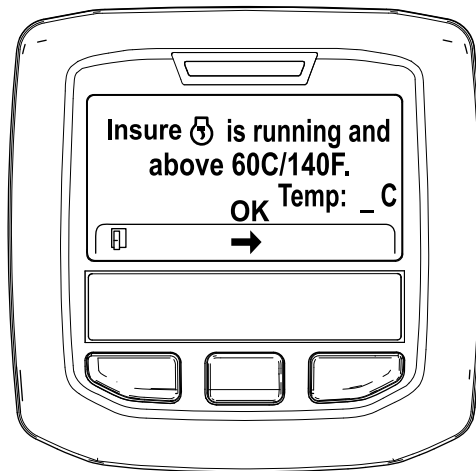

Figura 52
5. Si la temperatura del refrigerante se encuentra por debajo de 60 °C (140 °F) aparece el mensaje "Insure is running and above 60C/140F" (Asegúrese de que está funcionando y por encima de 60 °C/140 °F). (Figura 52).